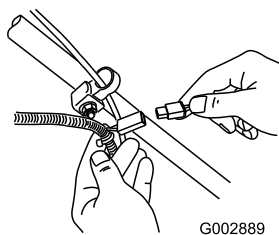

Figura 41
1. Collegate il caricabatterie al cablaggio preassemblato del tosaerba, sotto la chiave di accensione (Figura 41).